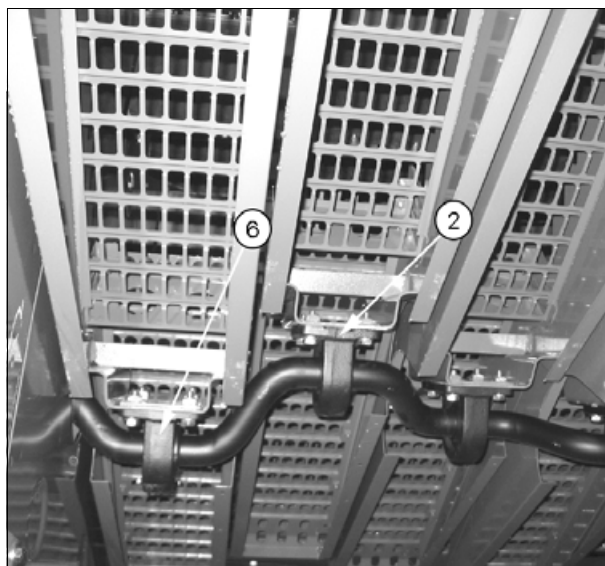

Рис. 1.
6. Ослабьте крепление внешнего подшипника соломотряса на валу с левой стороны, см. \(рис. 1\) (две половинки разрезной втулки, приклеенной к валу, должны остаться установленными на вал).